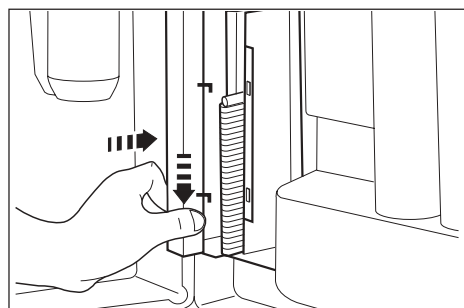

Fig. 25
- Quitar la protección (21) y el contrapeso metálico.
- Recargar las paletinas perfectamente alineadas, volver a introducir el contrapeso y la protección (Fig. 25).